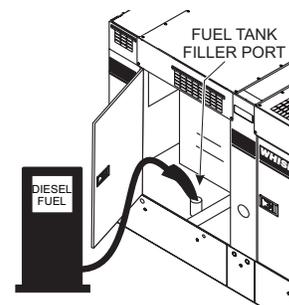

Figure 32. Alimentation du générateur
2. Ouvrez les portes des armoires du "côté droit" du générateur (depuis la position du panneau de commande du générateur). Retirez le bouchon du réservoir et remplissez le réservoir (figure 32).